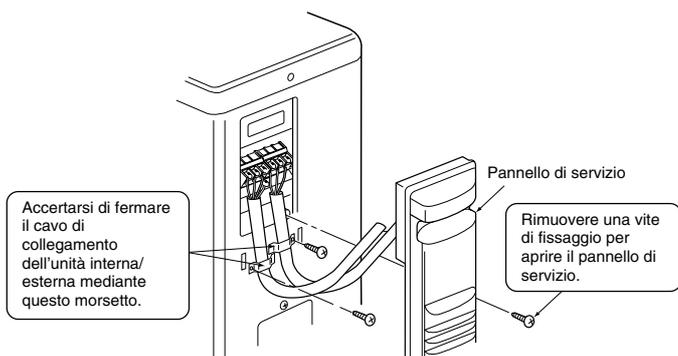

Fig. 7-5
7.3. Sezione esterna (Fig. 7-5)